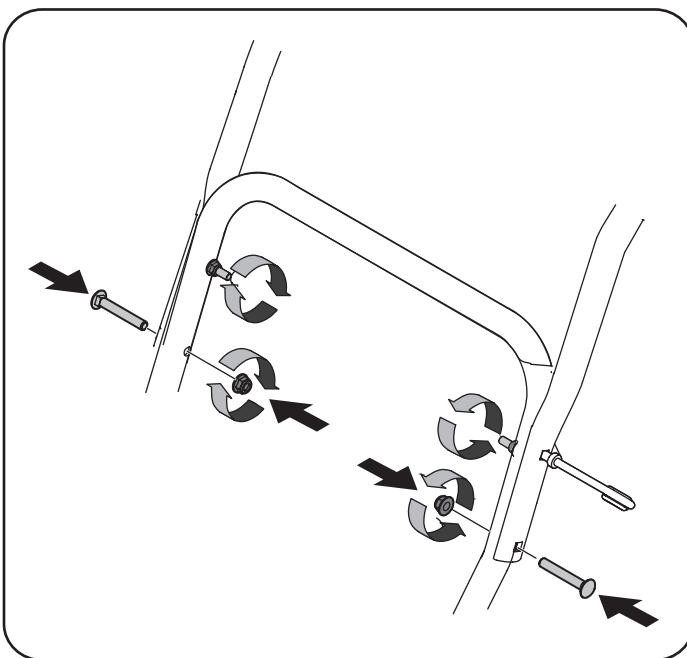

Figura 3
- d. Coloque los dos tornillos del carro y las tuercas de retirados en el paso a. Terminar de asegurar el mango apretando las dos primeras tuercas de fijación aflojados en el Paso a. Retire y descarte todos las bandas de plástico, si las hubiera. Vea la Figura 3. Únicamente se utilizan para el empaque.